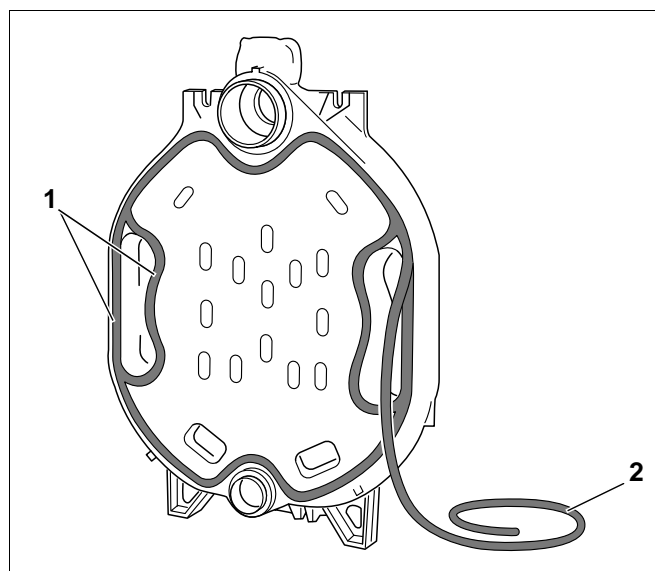

Fig. 11 Isætning af tætningsnoren (KM-snor)
- Læg den elastiske tætningsnor (KM-snor: Fig. 11, **pos. 2**) i tætningsporene (Fig. 11, **pos. 1**) på forsiden af bagelementet, idet du begynder foroven, og tryk snoren let ind. Lad tætningsnoren overlape sig selv med 2 cm i enderne, og tryk enderne fast imod hinanden.